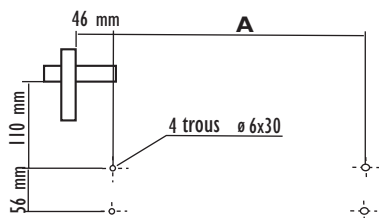

Figure 3
2. Marquez les points de fixation supérieurs (figure 3).